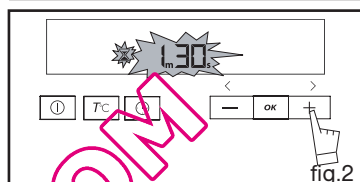

fig.2
- Stel de gewenste tijd in door op de toetsen + of - te drukken (fig.2).